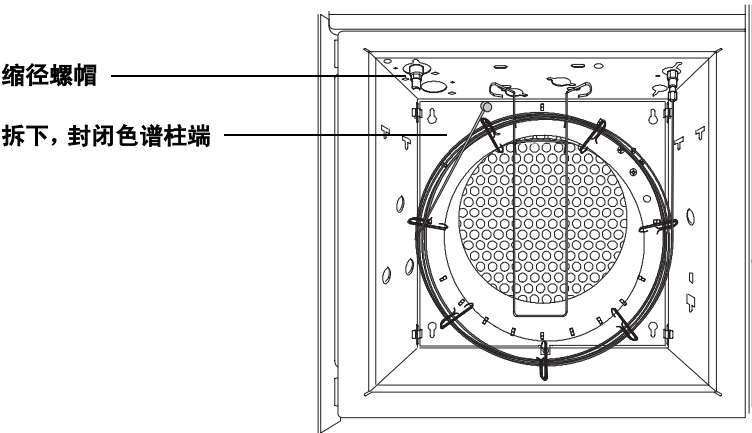

图 67 拆下色谱柱
- 2 从进样口拆下色谱柱。封住色谱柱开口端以防污染。如果在进样口底部已安装绝热套，请拆下它（图 67）。